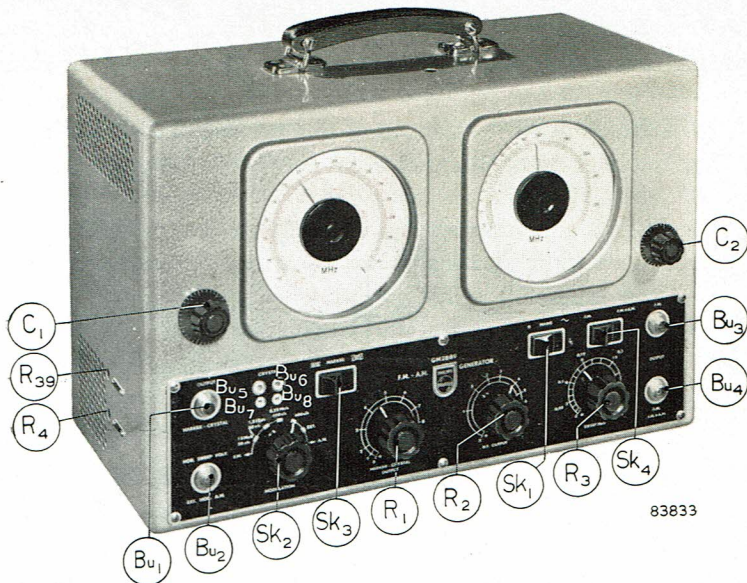

Fig. 8 Vue avant
L'appareil est mis sous tension en poussant l'interrupteur général Sk₁ (voir fig. 8) vers la droite et peut être utilisé après une minute environ, les tubes ayant atteint leur température de fonctionnement.
- Amener Sk_2 (voir fig. 8) dans la position "F.M. 50 c:s 15 Mc:s" et Sk_4 dans la position "F.M."